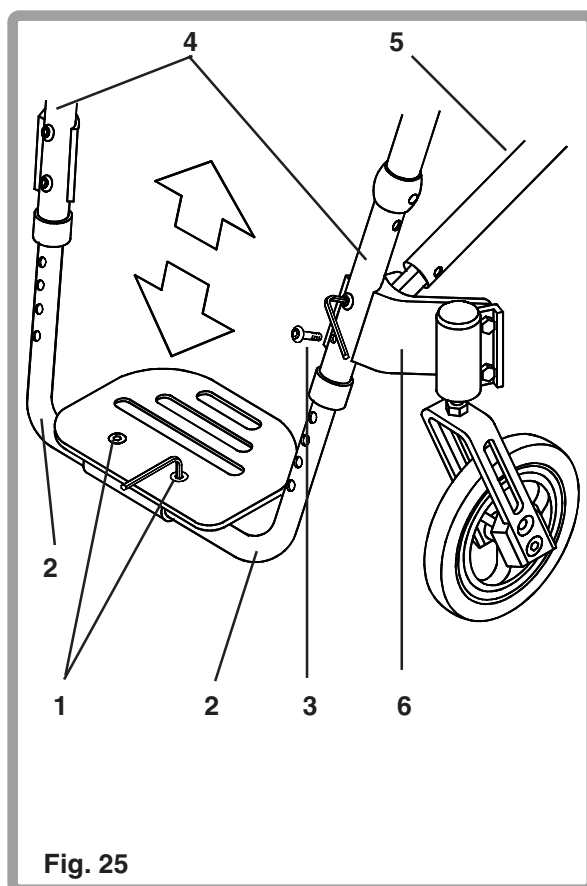

Fig. 25
Pour régler la hauteur du repose-pieds (Fig. 25) desserrer les deux vis (1) suffisamment pour laisser les tubes (2) coulisser dans ou hors du repose-pieds. (Utiliser une clef Allen de 5 mm). Retirer les deux vis (3), en utilisant une clef Allen de 4 mm et déplacer les tubes vers le haut ou vers le bas à la position requise, en prenant soin de bien aligner les trous des tubes avec les trous du cadre (4). Replacer les deux vis et serrer jusqu'à 8-10Nm.